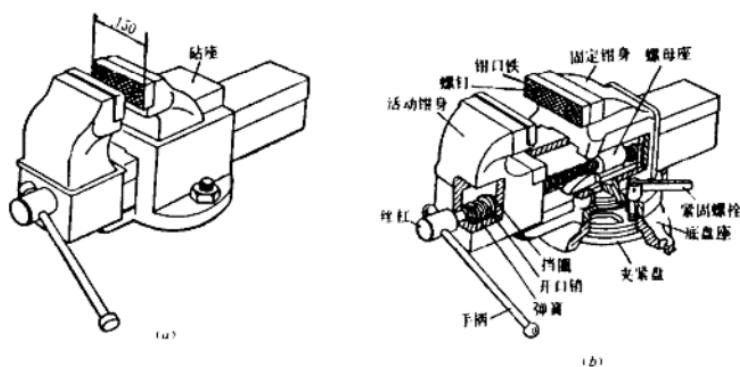

图 1-3 台虎钳
(2) 台虎钳 台虎钳简称虎钳，是用来夹持工件的一种常用设备，有固定式和回转式两种，其构造见图1-3。台虎钳的规格用钳口的长度表示，常用的有125、150、200mm等。